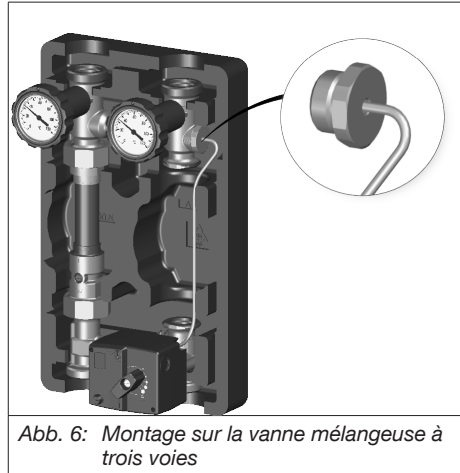

Abb. 6: Montage sur la vanne mélangeuse à trois voies
7. Introduire le capteur de température dans l'emplacement pour capteur de la station (voir exemple sur la Abb. 6 auf Seite 34).